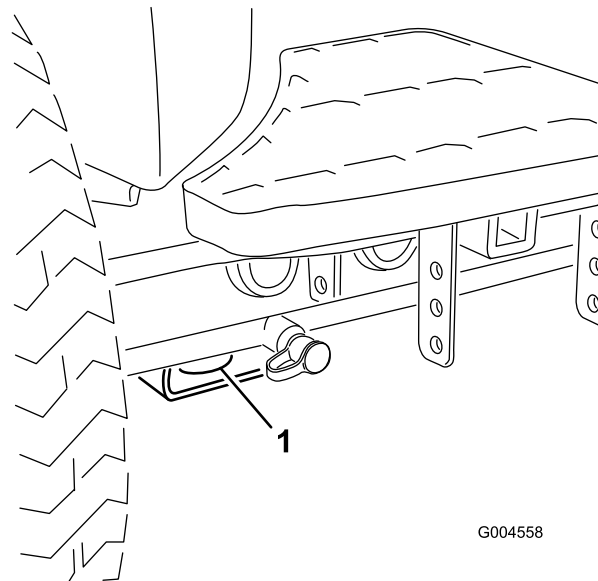

Figura 21
- Delantero – el orificio del bloque rectangular, debajo del tubo del eje, al interior de cada rueda delantera (Figura 21).